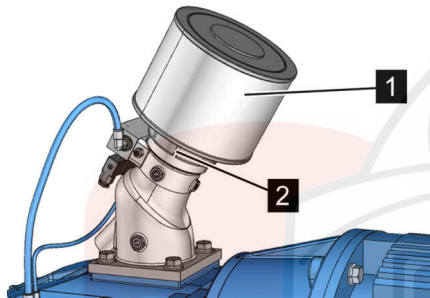

Рис. 45: Отсоединение хомутка приемного фильтра
4. Отсоедините хомутик приемного фильтра (Рис. 45/2).
5. Извлеките старый приемный фильтр (Рис. 45/1).
6. Установите новый приемный фильтр (Рис. 45/1).
7. Затяните хомутик приемного фильтра (Рис. 45/2). ↗ Приложение В «Моменты затяжки винтов» на странице 133